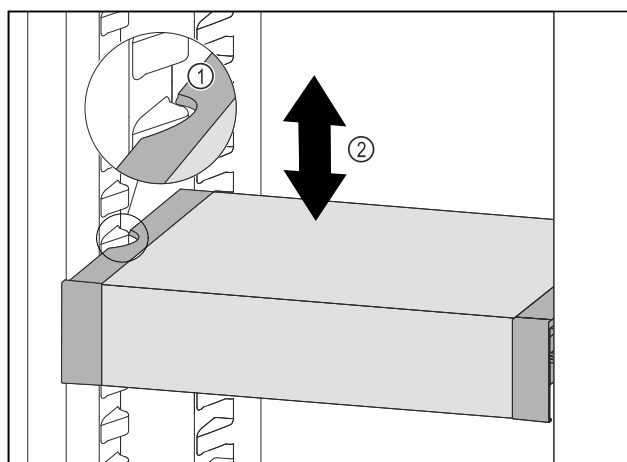

Fig. 106
- ▶ Trageți în față VarioSafe, până când degajările laterale ale VarioSafe se află la înălțimea nervurii recipientului din frigider. Fig. 106 (1)
- ▶ Mișcați în sus sau în jos VarioSafe în frigider, până când este atinsă înălțimea dorită. Fig. 106 (2)